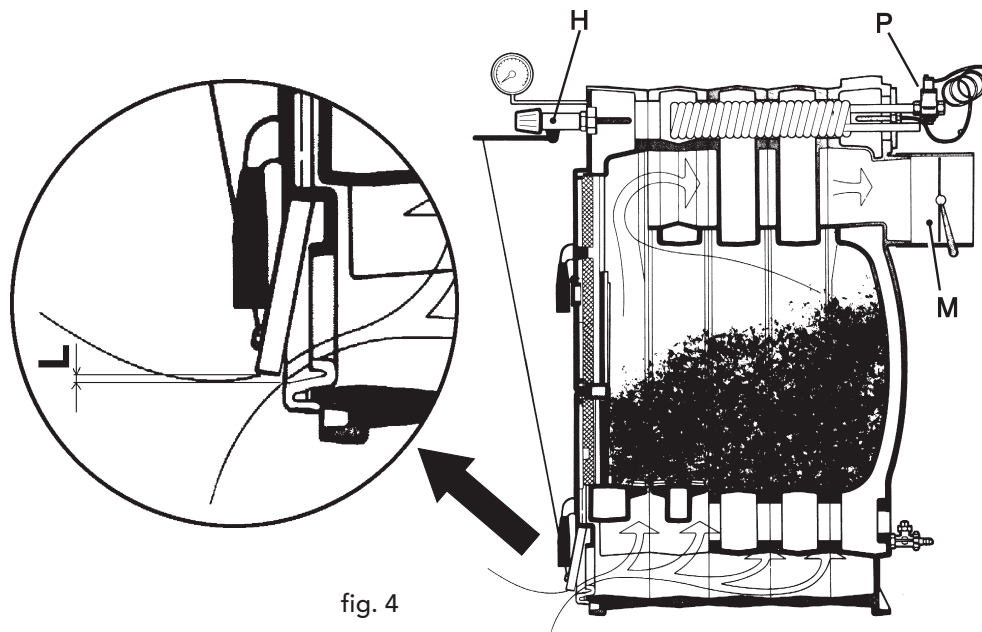

fig. 4
5. Régler la vis de réglage de la prise d'air de façon que le volet en appui laisse passer dans tous les cas 1 - 2 mm d'air maximum. La chaudière froide, régler le thermostat de réglage à 60°. Accrocher la chaîne à l'œillet de la prise d'air, en réglant la longueur de façon que le passage d'air «L» (fig.4) soit environ 15 mm pour «coke III» et 2 mm pour «bois».
- 1 Retirer la chaîne et l'armature du régleur thermostatique «H» (voir fig. 4)